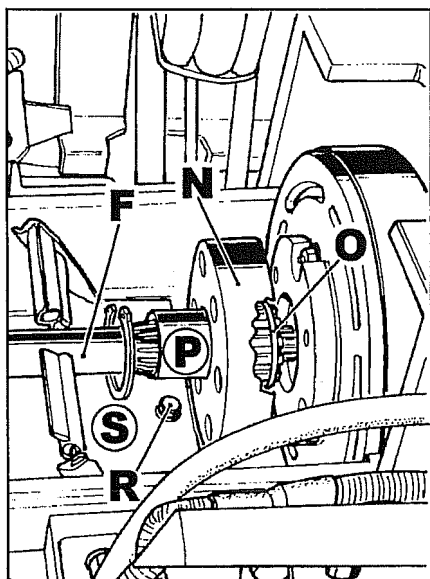

Abb. 10
7. Die Schraube **R** Abb. 10 entfernen und dann von unten der das Blech **S** und das darunter herauszuziehen.
Die elastische Kupplung **N** Abb. 10 in Richtung auf den Motor gleiten lassen und dann den Ring **O** entfernen.
Die verkeilte Muffe **P** Abb. 10 in Richtung auf den Motor gleiten lassen, wobei die Kupplung festzuhalten ist, die sich dann von oben herausziehen läßt.
16 Die Welle **F** Abb. 10 von der Antriebswelle abtrennen und zur Seite bewegen.